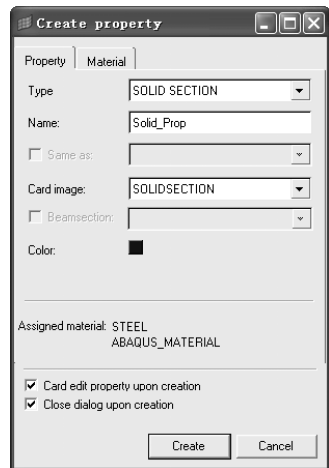

图 10-3 创建属性
- (1) 右击 Model Browser 并选择 Create > Property。
- (2) 在 Name 中输入 Solid_Prop，如图 10-3 所示。
- (3) 给 property 选择一个颜色。
- (4) 从 Type 下拉菜单中选择 SOLID SECTION。这使得 Card image 中的卡片都是跟 Solid 相关的。
- (5) 从 Card image 下拉菜单中选择 SOLIDSECTION。
- (6) 单击 Material，勾选 Assign material 复选框。
- (7) 单击 Name 下拉列表并选择 STEEL。
- (8) 单击 Create 按钮。
- (9) 单击 return 按钮返回主界面完成设置。